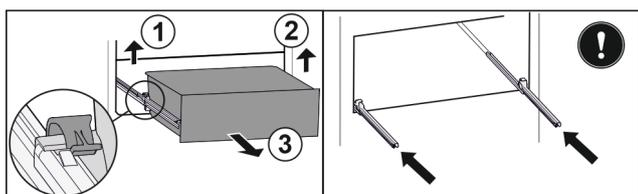

Fig. 137
- ▶ Levante la brida izquierda y, simultáneamente, tire de la parte izquierda del cajón hacia delante. Fig. 137 (1)
- ▶ Levante la brida derecha y, simultáneamente, tire de la parte derecha del cajón hacia delante. Fig. 137 (2)
- ▶ Extraiga el cajón hacia delante. Fig. 137 (3)